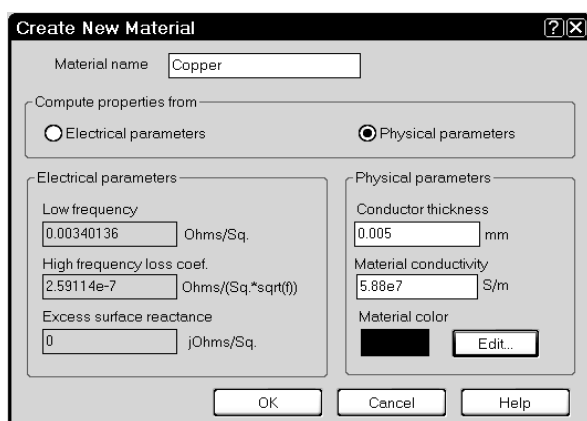

Рис. 1.30
6. В этой же группе **EM Structures** имеется подгруппа **Materials**, в которой отображаются все используемые в проекте материалы. Если дважды щёлкнуть по имени любого материала или щёлкнуть по нему правой кнопкой мышки и выбрать **Properties**, можно отредактировать свойства этого материала. Также можно добавить в проект любое количество других материалов. Щёлкните правой кнопкой мышки по подгруппе **Materials** и выберите **Add New Material**. Откроется окно **Create New Material** (рис. 1.30). В поле **Material name** введите имя материала **Copper** (Медь). Отметьте **Physical parameters**. В поле **Conductor thickness** (Толщина проводника) введите **0.005** мм. В поле **Material conductivity** (Проводимость материала) введите **5.88e7**. Щёлкнув по кнопке **Edit**, можно изменить цвет материала. Нажмите **OK**. Аналогично добавьте материал **Aluminum**